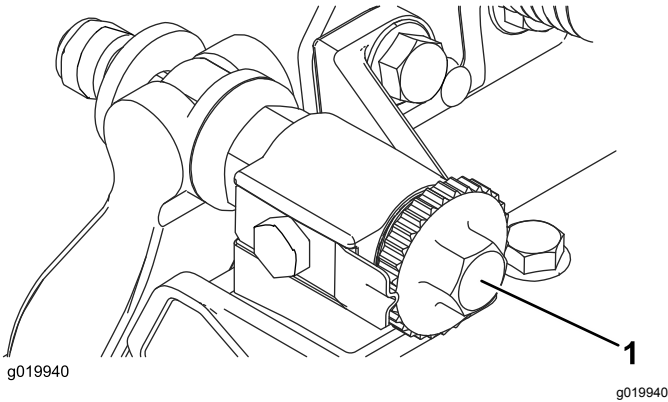

Figura 9
- Girate in senso antiorario le viti di regolazione della barra di appoggio per accertarvi che la barra di appoggio non tocchi il cilindro (Figura 9).